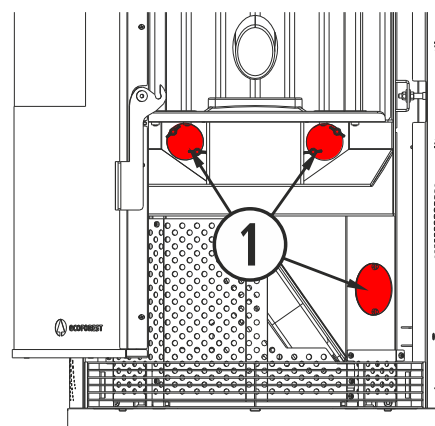
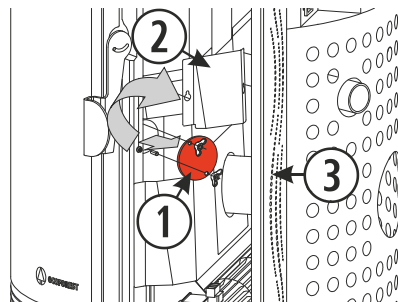

Figura 24
Figura 25
**5.5.** *Registros de limpieza.* Las tapas de los registros de limpieza están marcadas en color rojo. Los modelos *París* y *London* disponen de 5 registros de limpieza, a los que se accede por el frontal de la estufa (3 registros), según *figura 24*. El modelo *London* tiene los mismos registros que la *París*, pero para acceder a los frontales se debe retirar el cestillo completo. Los 2 registros restantes se encuentran en la cámara de convección, a los que se accede abriendo la puerta lateral correspondiente, y retirando la chapa de la cámara de convección como muestra la *figura 25*.